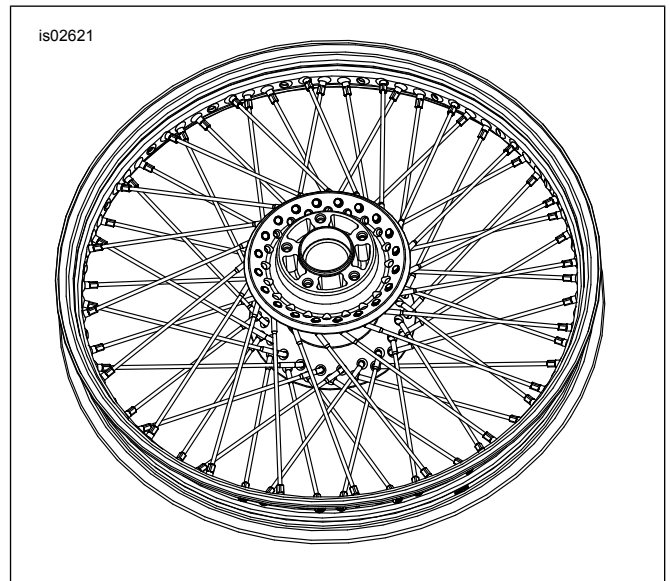

Figura 7. Instalação dos raios externos (roda de 21 pol. mostrada)
7. Veja Figura 7. Gire o aro de forma que o lado do disco de freio fique voltado **para baixo**. Coloque qualquer raio da fileira **externa** no cubo. Incline o raio no sentido anti-horário e insira-o no furo do aro inclinado para aceitá-lo. Monte a conexão do raio sem apertar muito.